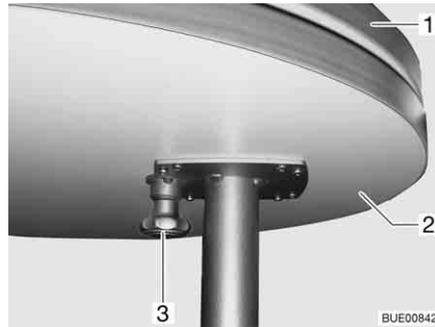

Bild 85 Fester Tisch
- Knopf (Bild 85,3) der Verriegelung nach unten ziehen und die Tischplattenverlängerung (Bild 85,2) herausschwenken.
- Tischplattenverlängerung (Bild 85,2) unter die Tischplatte (Bild 85,1) schwenken, bis die Verriegelung hörbar einrastet.